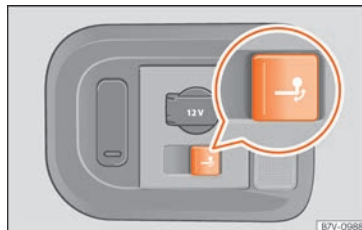

Abb. 280 Gepäckraum rechts: Taste zum elektrischen Schwenken des Kugelkopfs.
- Taste »» **Abb. 280** kurz ziehen. Der Kugelkopf wird elektrisch entriegelt und schwenkt selbstständig heraus, die Kontrollleuchte in der Taste blinkt.
- Taste »» **Abb. 280** kurz ziehen. Der Kugelkopf wird elektrisch entriegelt, die Kontrollleuchte in der Taste blinkt.